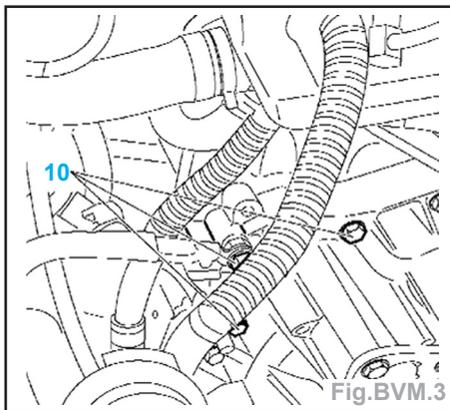

Fig.BVM.3
- Déposer les vis de fixation (10) (Fig. BVM.3).